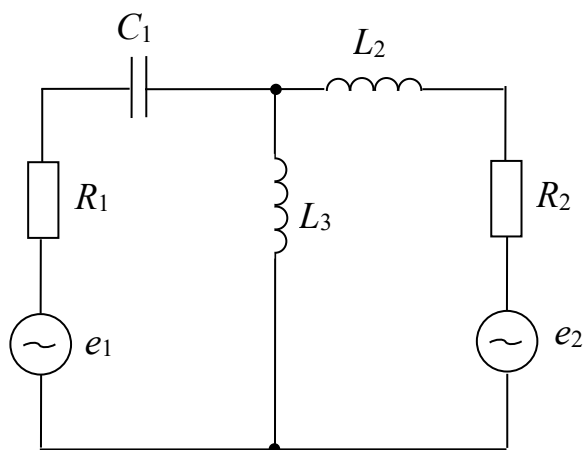

Рисунок 15 – Цепь переменного тока с двумя источниками питания
**Задача.** В электрической цепи включены два источника переменного напряжения:  $e_1 = 141 \sin \omega t$  и  $e_2 = 141 \sin (\omega t + 90^\circ)$  (рисунок 15). Задачу решить методом контурных токов. Осуществить моделирование работы схемы в среде Multisim.